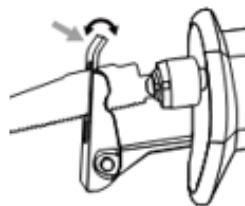

Рис. 2
3. Для настройки угла упора опорной платформы нажмите или подтолкните головку опорной платформы (Рис. 2).